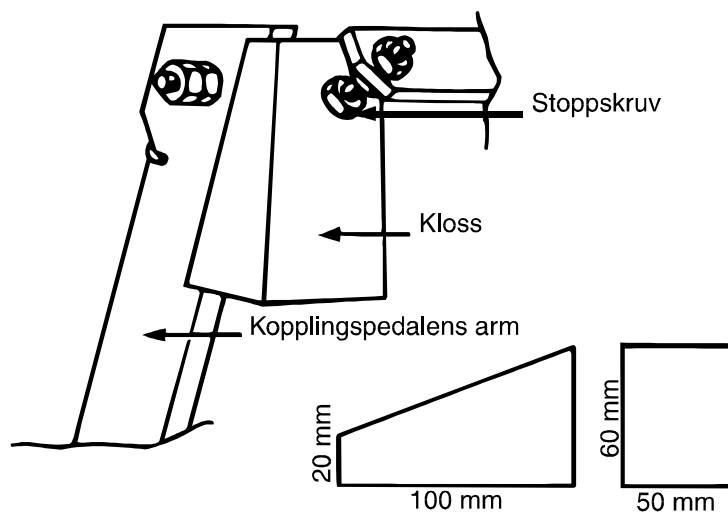

Bild 1. Kloss. Utförande och placering
- Avlasta kopplingen med kloss fastklämd mellan kopplingspedalens arm och stoppskruv enligt bild 1. Tryck ej ner kopplingspedalen helt, utan bara halvvägs när klossen sätts dit.